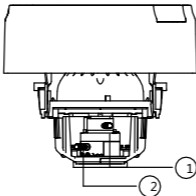

图2-20 镜头调节
择自动光圈。调节螺杆如图 2-20 的①、②所示，所有操作完成后须拧紧镜头调节螺杆。